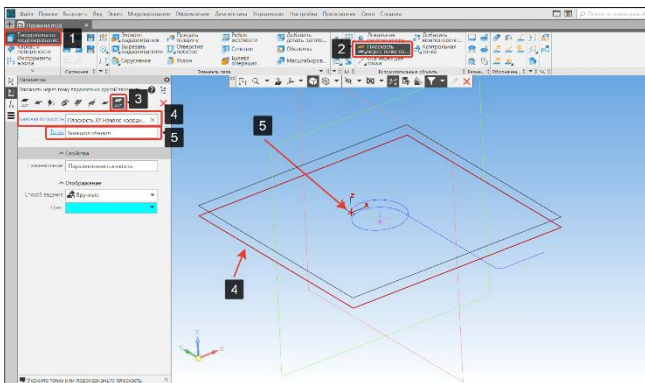

Рисунок 179 – Параллельная плоскость через точку
- Создадим плоскость. Переключим инструментальную панель на твердотельное моделирование (1) На панели Вспомогательные объекты выберем команду смещенная плоскость (2) подоперация Плоскость через точку параллельно другой плоскости (3) (Рисунок 179);
- Укажем плоскость (4) и точку (5), через которую пройдет плоскость (Рисунок 179);